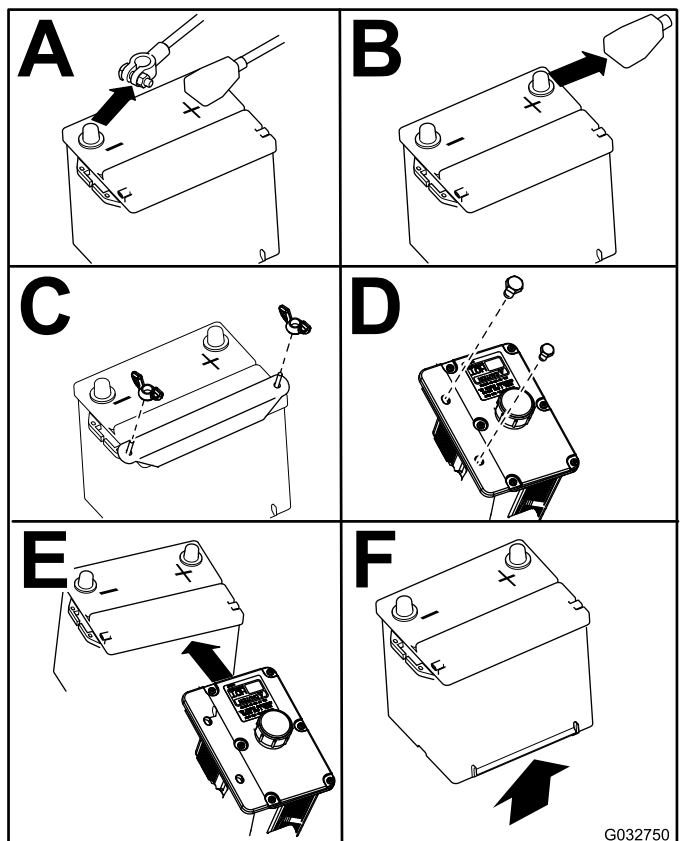

Figure 47
4. Retirez la batterie, comme montré à la Figure 47.